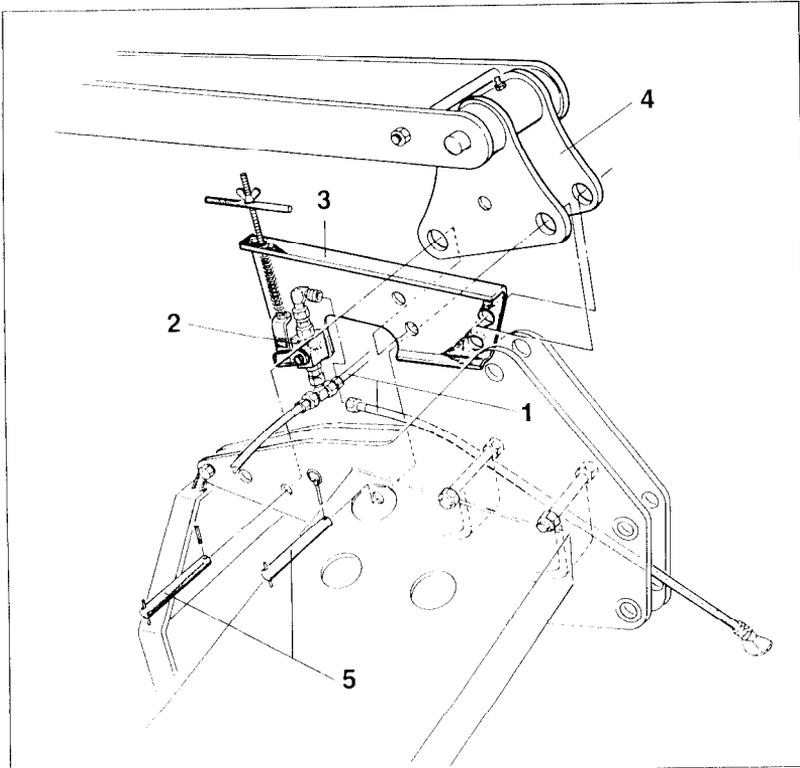
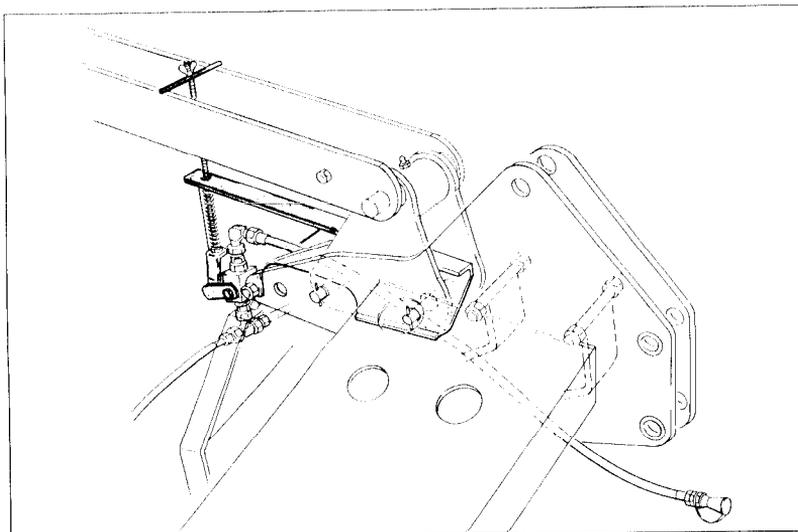

Fig. 12.13
Fig. 12.14
- Hydraulikschläuche (Fig. 12.13/1) mit dem Hubhöhenbegrenzungsventil (Fig. 12.13/2) verbinden (siehe auch Fig. 12.14).
- Halterung (Fig. 12.13/3) des Hubhöhenbegrenzungsventiles zusammen mit dem Oberlenkerbock (Fig. 12.13/4) mit zwei Bolzen 25 x 100 (Fig. 12.13/5) am Oberlenker der Kreiselegge befestigen und mit einer Spannhülse bzw. einem Klappstecker sichern.